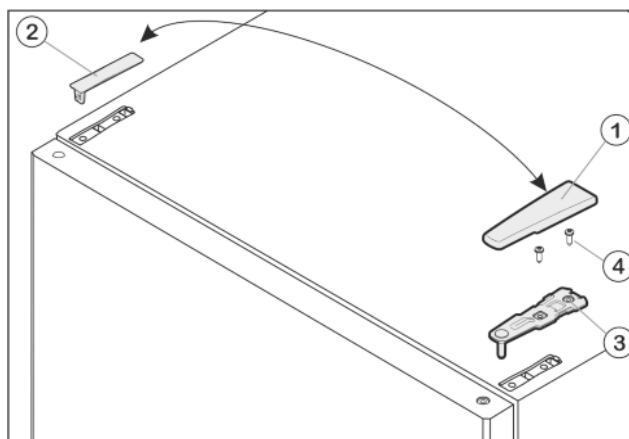

Fig. 7
- Abdeckung Fig. 7 (1) nach vorne und oben abziehen.
- Abdeckung Fig. 7 (2) abheben.
- Oberen Lagerbock Fig. 7 (3) abschrauben (2 mal Torx® 25) Fig. 7 (4) und nach oben abziehen.
- Oberen Lagerbock Fig. 7 (3) auf der neuen Scharnierseite in die Tür einsetzen.
- Oberen Lagerbock **fest (mit 4 Nm)** anschrauben (2 mal Torx® 25) Fig. 7 (4). Schraublöcher evtl. vorstechen oder Akkuschrauber verwenden.
- Abdeckung Fig. 7 (1) und Abdeckung Fig. 7 (2) jeweils auf der Gegenseite von außen aufsetzen und einrasten.